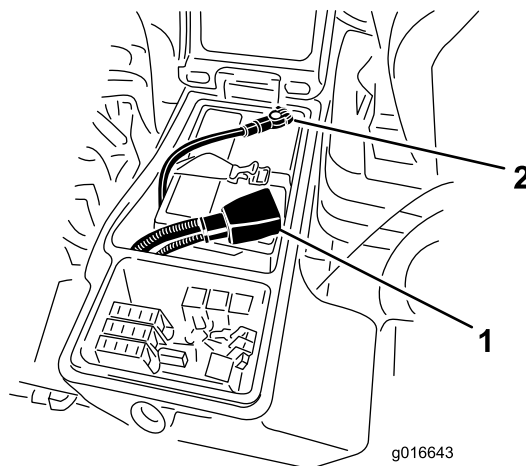

Figura 86
6. Instale o cabo positivo (vermelho) no terminal positivo (+) e o cabo negativo (negro) no terminal negativo (-) da bateria (Figura 86).